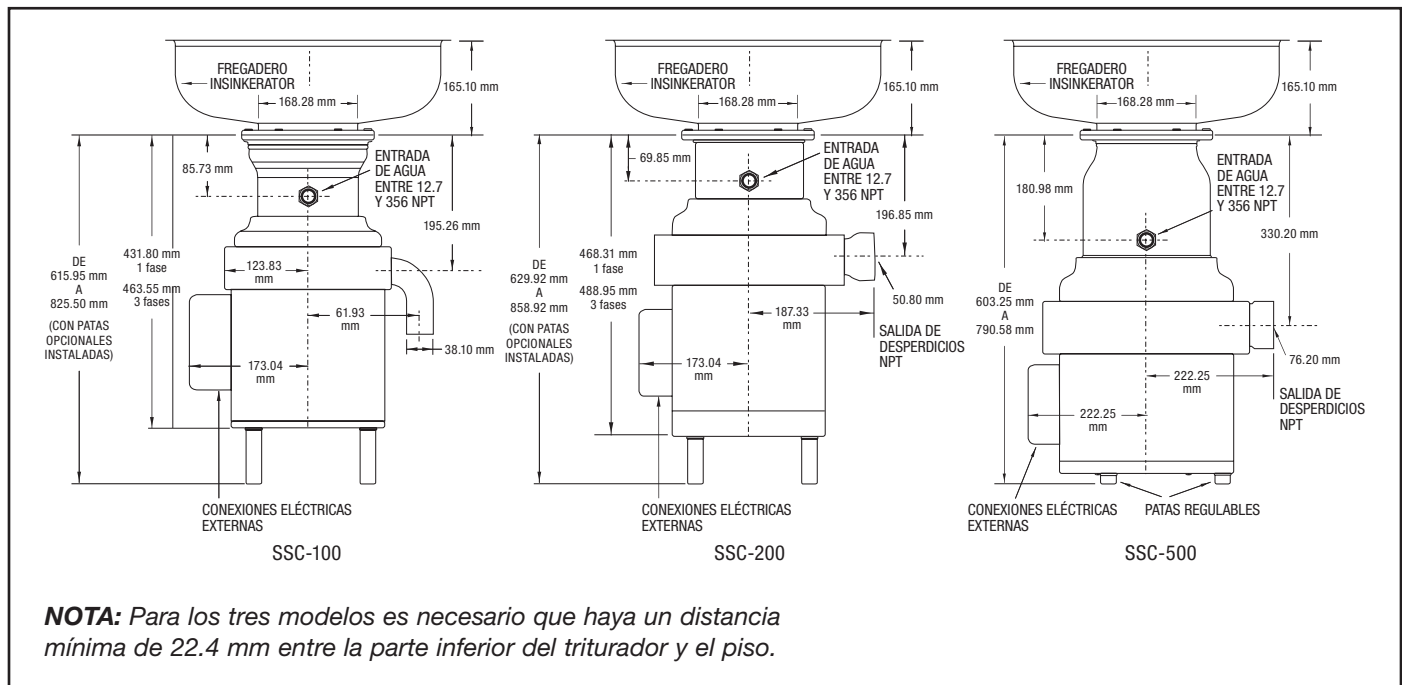

Figura 2. Distancia entre la parte superior de la mesa y la brida de montaje
- Para una operación segura, instale el triturador de acuerdo con la distancia mínima ilustrada en la Figura 2.